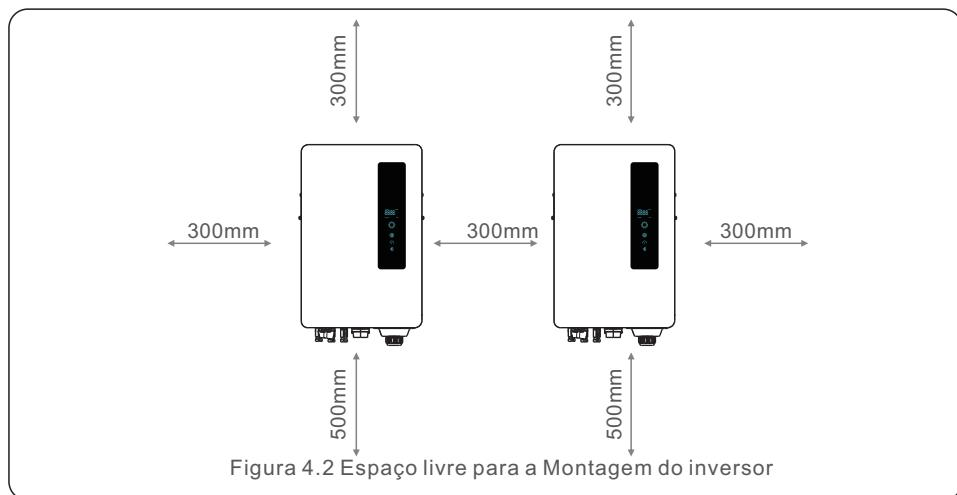

Figura 4.2 Espaço livre para a Montagem do inversor
1. Conforme a figura 4.2, selecione a altura de montagem do suporte e marque os furos de montagem. Para paredes de tijolo, a posição dos furos deve ser adequada para parafusos de expansão.